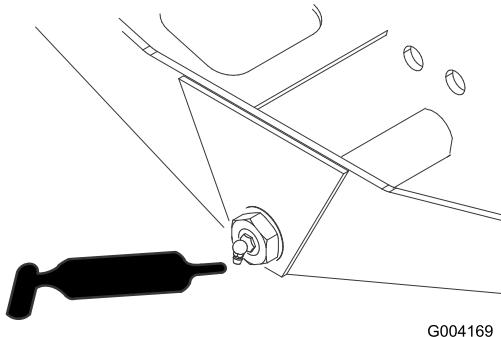

Bild 63
- Achsenlenkzapfen (1)—Bild 63